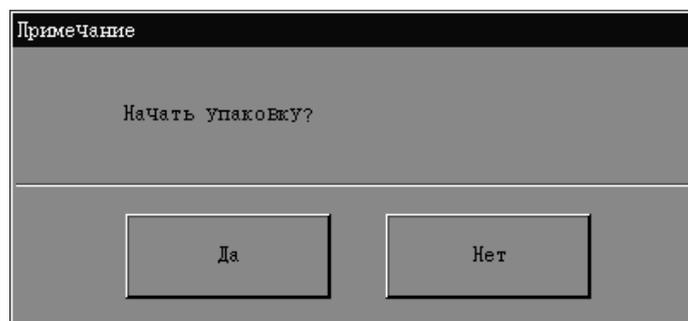

Рисунок 10-26 Диалоговое окно прекращения работы
1. На экране «Упакован» **НАЖМИТЕ** кнопку «Упакован». Откроется диалоговое окно (Рисунок 10-26).